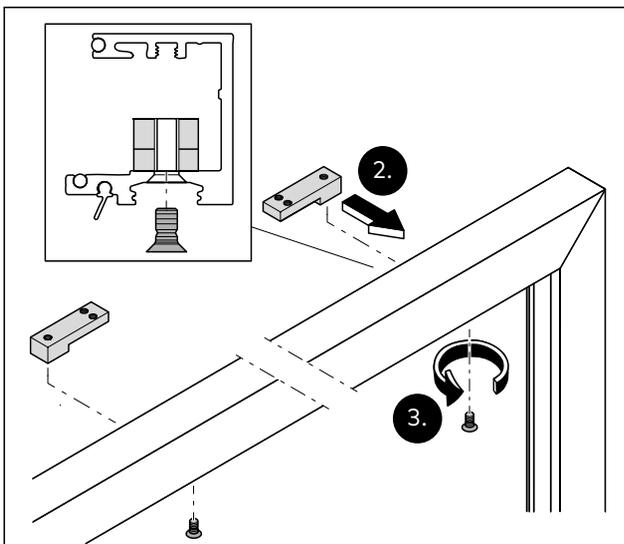

Abb. 40 Die Halterungen für die Gleitschiene des ITS 96 im waagerechten Deckprofil für die Zarge montieren
2. Die Halterungen für die Gleitschiene in das Deckprofil für die Zarge schieben (Abb. 40).